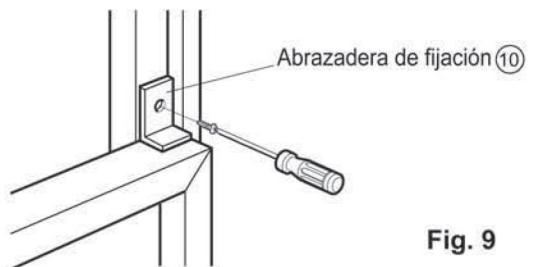

Fig. 9
12. Agregue la abrazadera de fijación ⑩ con un tornillo Tipo C ③(ver Fig. 9)